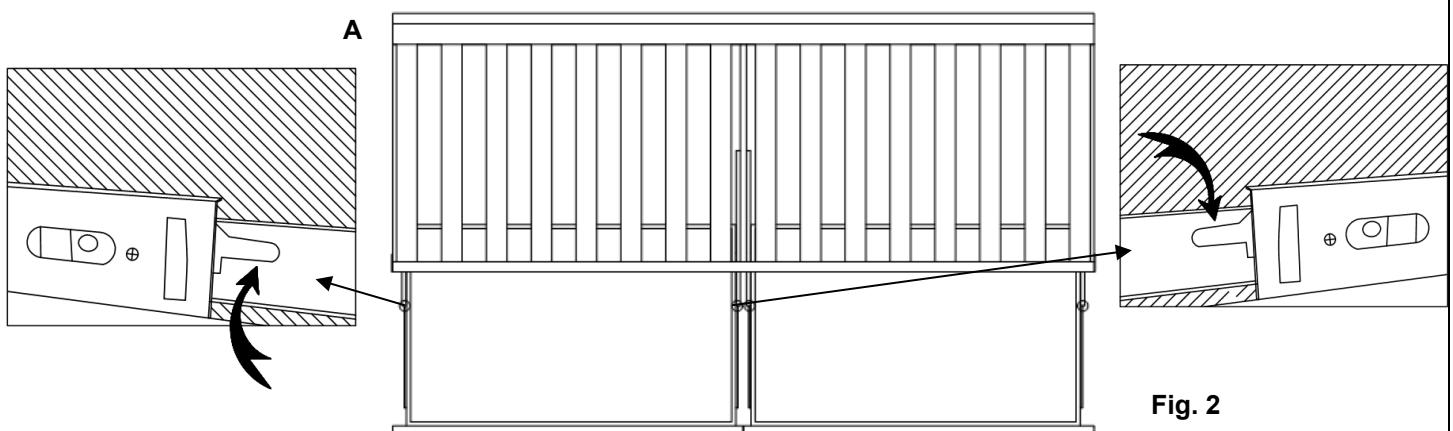

Fig. 2
19. Soulever le levier en plastique GAUCHE situé près du centre de la coulisse à roulement à billes et en même temps pousser le levier DROIT vers le bas pour retirer le tiroir. Voir **Fig. 2**.